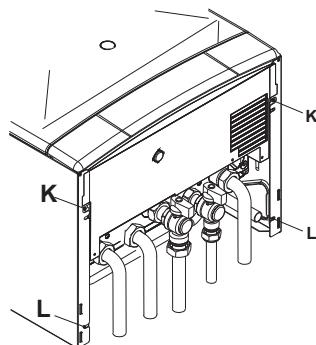

рисунок 5.15
- Отверните болты К и ослабьте болты L (рисунок 5.15)